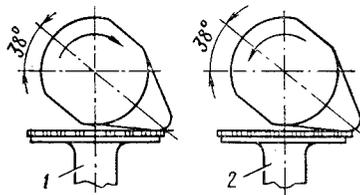

Рис. 122. Положение кулачков валов распределительных механизма газораспределения при укладке валов:
5) снимите крышки подшипников распределительных валов, смажьте подшипники и уложите распределительные валы так, чтобы кулачки впуска первого левого цилиндра находились в положении начала впуска, кулачки выпуска первого левого цилиндра — в положении конца выпуска (рис. 122). При сборке механизма газораспределения правого блока распределительные валы укладывайте так, чтобы кулачки впуска шестого цилиндра вала находились в положении начала впуска, кулачки выпуска — в положении конца выпуска;